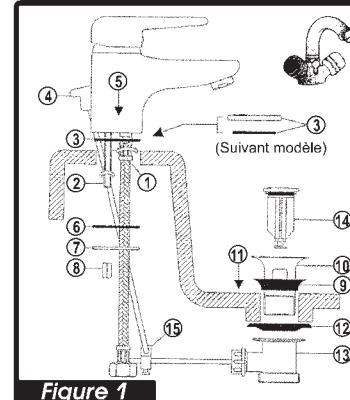

Figure 1
- Lavabo / Bidet Figure 1 / 1 bis
Figure 1 bis